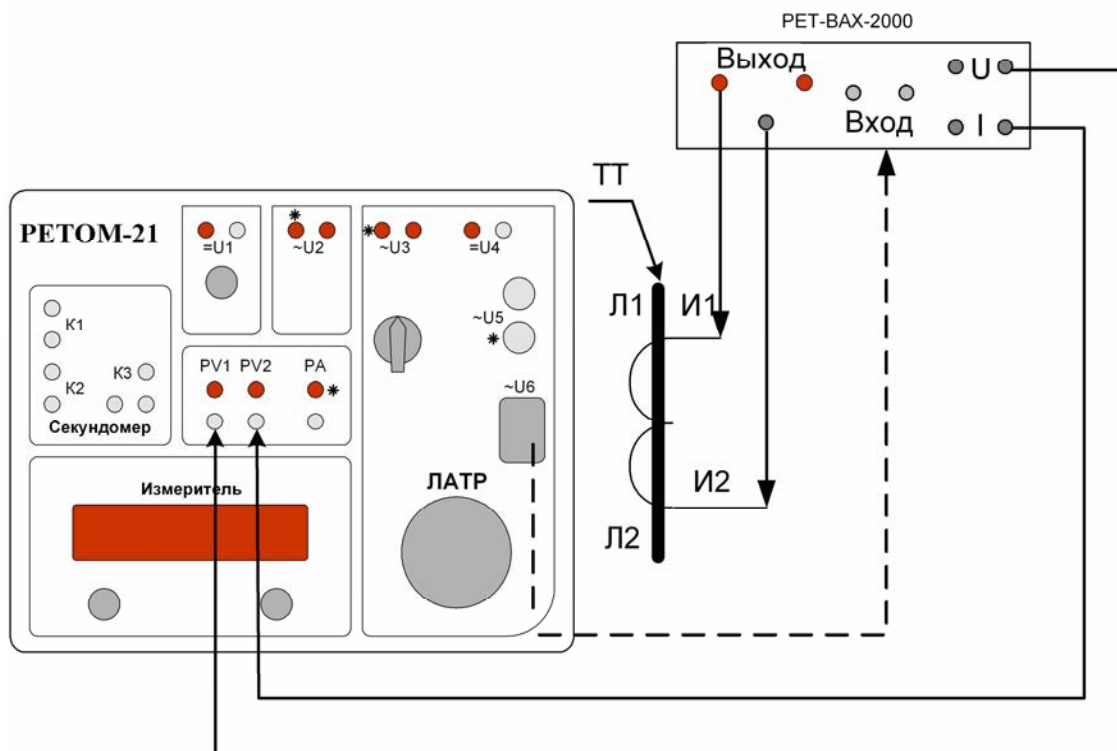

Рисунок 14.19 – Схема измерения характеристики намагничивания ТТ с использованием блока РЕТ-ВАХ-2000
- если напряжение находится в диапазоне от 220 до 2200 В, то характеристика измеряется по той же схеме (рисунок 14.19), но используется выход 2000 В блока РЕТ-ВАХ-2000. В этом случае максимальный ток, выдаваемый с блока РЕТ-ВАХ-2000, не превышает 1 А.
Порядок выполнения работы с применением блока РЕТ-ВАХ-2000 (рисунок 14.19):